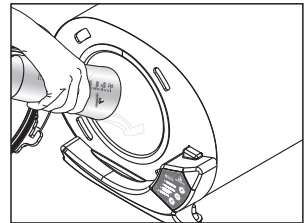

Fig. 11
- a ► Conecte a autoclave à rede elétrica e pressione , os LEDs se iluminarão alternadamente e 4 bips soarão. Utilize o copo dosador para colocar 100 ml de **água destilada** dentro da câmara (vaso de pressão) **antes** de cada ciclo (Fig. 11).